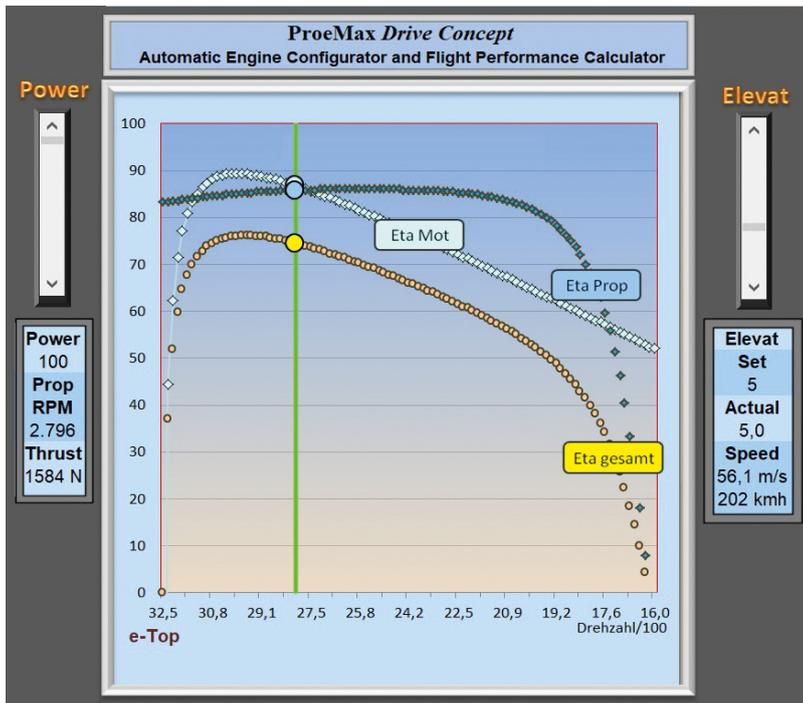

Bild 8: Der Steigflug mit der e-Top. Der Gesamtwirkungsgrad kommt auf 74 Prozent, das Ergebnis der perfekten Abstimmung
**Bild 8** zeigt die Abstimmung der e-Top im Steigflug. Der Arbeitspunkt im Propellerwirkungsgrad liegt nun gegenüber dem Streckenflug (**Bild 6**) auf der Seite der höheren Schübe, aber immer noch bei 85 Prozent, der Gesamtwirkungsgrad bei 74 Prozent. Die Steigleistung erreicht den Wert von 4,9 m/s und liegt damit etwas über der Anforderung.